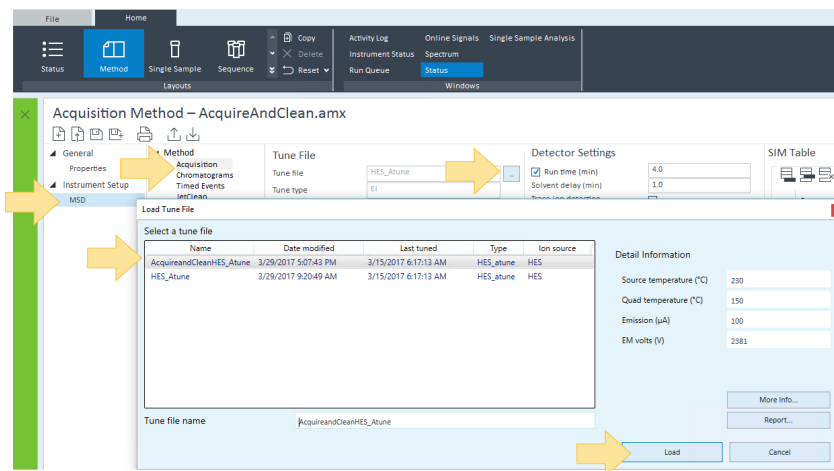
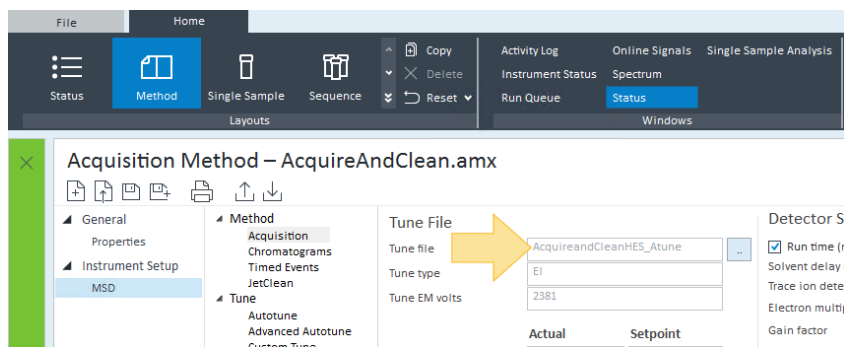

图 36. 选择要载入的调谐文件
图 37. 载入调谐文件
- a 选择 **MSD > 方法 > 采集**，单击调用调谐文件  并选择为此流程创建的调谐文件。（本例为 **AcquireandCleanHES_Atune**。）（请参阅图 36 和图 37）。